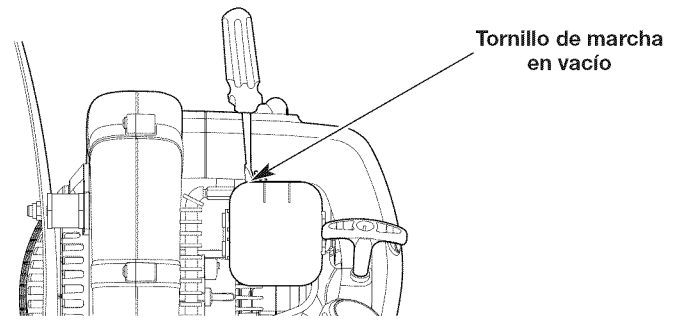

Fig. 14
2. Mueva el control de crucero a la posición LENTO y deje que el motor funcione en marcha en vacío. Si el motor se apaga, use un destornillador pequeño Phillips para girar el tornillo de marcha en vacío en el sentido de las agujas del reloj, dándole 1/8 de vuelta cada vez (según sea necesario), hasta que el motor funcione en marcha en vacío sin inconvenientes (Fig. 14).
3. Si el motor entra en marcha en vacío muy rápidamente, gire el tornillo de marcha en vacío en sentido contrario a las agujas del reloj 1/8 de vuelta cada vez (según sea necesario) para reducir la marcha en vacío (Fig. 14).